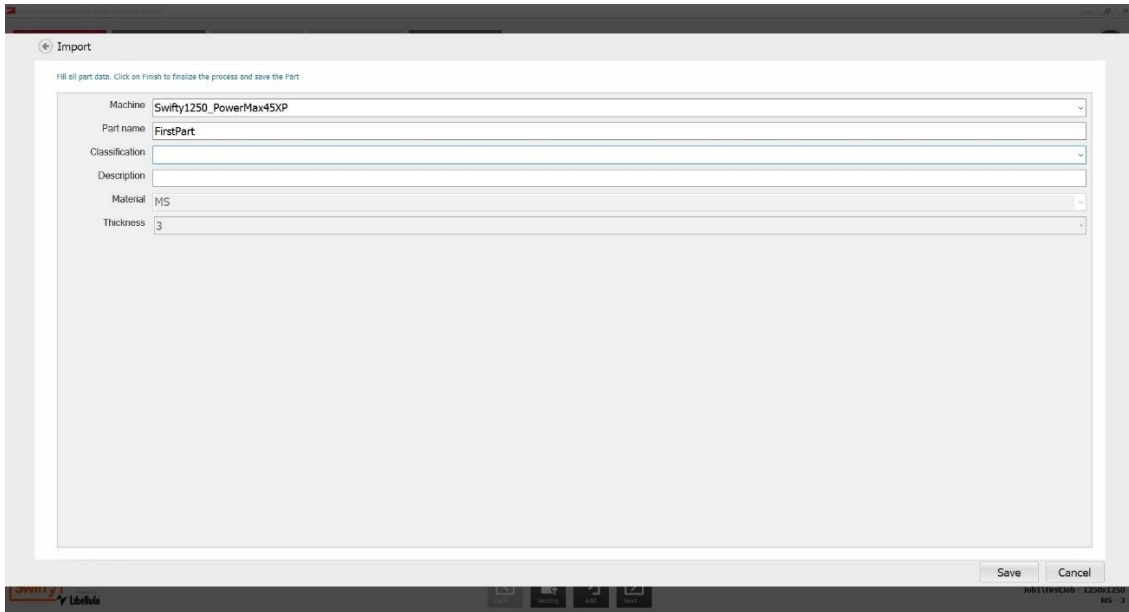

Fig. 51 Pagina met componentgegevens
8. Klik op 'Next' en vul op de volgende pagina de informatie in de verschillende velden in, (Fig. 51). Sommige velden worden automatisch ingevuld. Deze informatie wordt opgeslagen in de componentenbibliotheek.